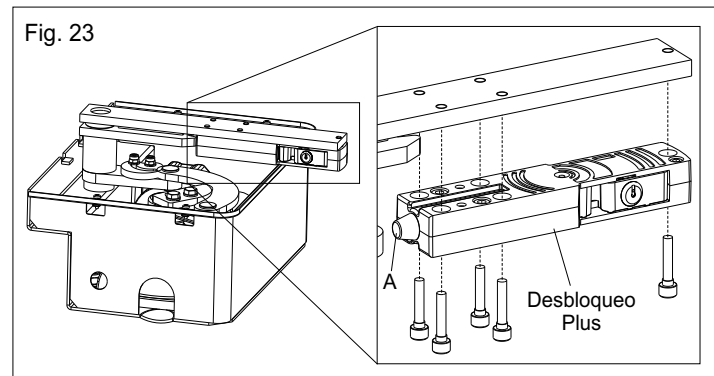

Fig. 23
5.2. Engrasar el perno de enganche (A) y montar el sistema de desbloqueo bjo el conjunto hoja utilizando los 5 tornillos en dotación (Fig. 23)